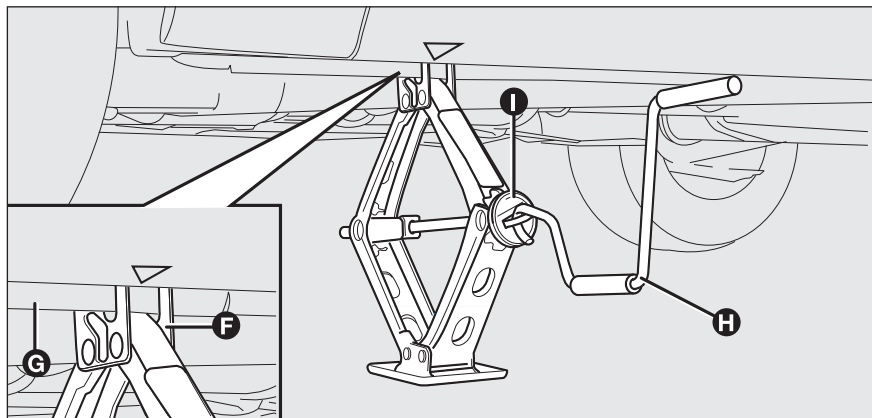

fig. 5
- ☐ compruebe que la ranura **F**-fig. 5 del gato esté bien introducida en la aleta **G** del larguero;